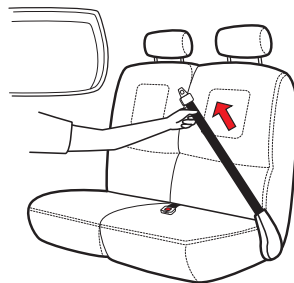

Figure 12
- Ceinture sous-abdominale rétractable – ceinture sous-abdominale montée sur un enrouleur qui tire automatiquement la ceinture lorsqu'elle est relâchée, tel qu'illustré dans la **Figure 12**.